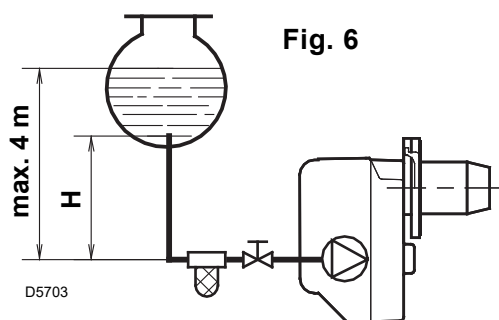
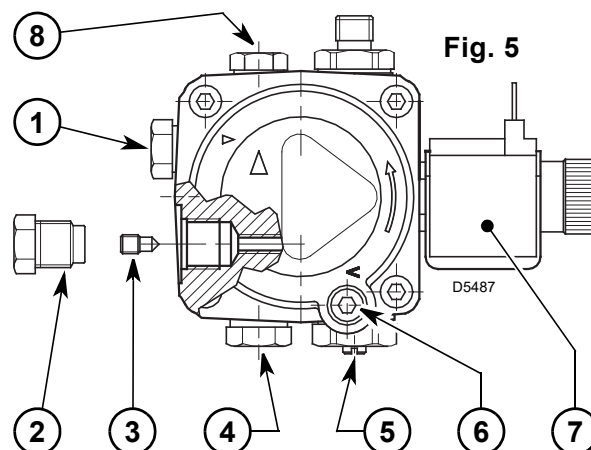

Fig. 6
Fig. 5
- De pomp is voorzien voor een installatie met twee leidingen. Draai bij één leiding de moer van de terugloopleiding (2) los, verwijder de by-pass schroef (3) en draai de dop (2) opnieuw aan, (zie Fig. 5).
Bij een installatie zoals in Fig. 6, de vacuümmeteraansluiting (5, Fig. 5) losdraaien tot er brandstof ontsnapt.
Deze regeling kan worden aangepast met de schroef (4, Fig. 5, blz. 4).